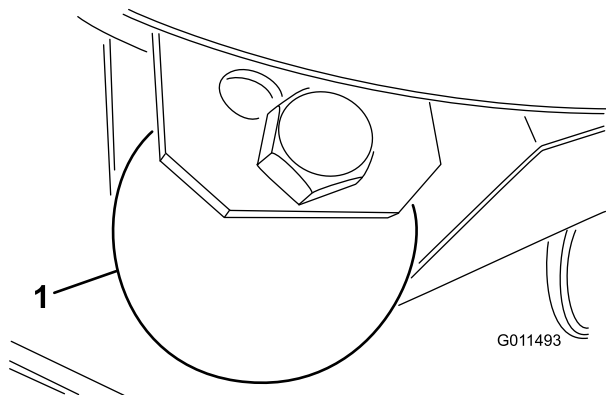

Figura 28
1. Retire el perno y la tuerca que fijan la rueda niveladora a los soportes de la unidad de corte (Figura 28).